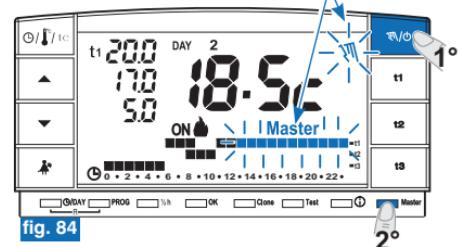

fig. 84
- sur le chronothermostat MASTER appuyer brièvement sur la touche “” pour entrer en fonctionnement manuel temporaire; sur l’écran le symbole “” clignotant (voir plus de détails au paragraphe **7.1 point A**) (exemple sur la fig. 84). Appuyer brièvement sur la touche “**Master**”: l’inscription **Master** s’allume fixement.